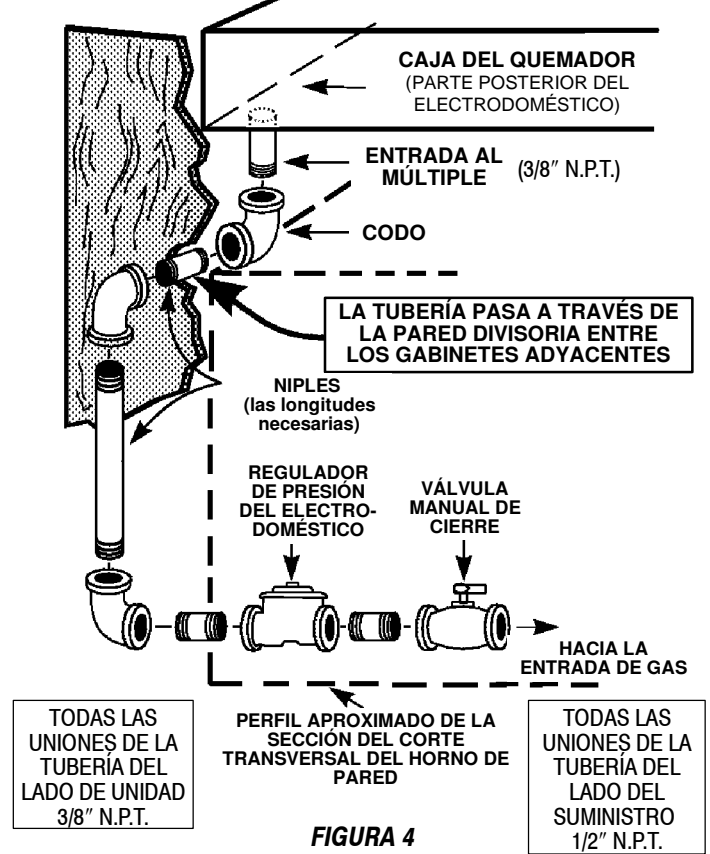

FIGURA 4
Nota, en referencia a la Figura 4, anterior:
- Para hacer más conveniente el servicio debe incluirse una unión (no se muestra: está disponible localmente) en la tubería que se ilustra en la figura 4, en la ubicación más práctica para la instalación. Por lo general, una ubicación práctica es el gabinete que se encuentra debajo de este electrodoméstico, cerca de la entrada del múltiple, en lugar de usar el gabinete adyacente.
Si el tomacorriente está montado en el gabinete adyacente a la derecha o a la izquierda, deberá proporcionarse un orificio como el descrito anteriormente en la pared divisoria entre los gabinetes. La figura 4 de la
página 5, ilustra una pared divisoria típica (lado izquierdo). El orificio (que no se muestra en la figura 4) puede ubicarse según sea conveniente en esta pared izquierda o en la pared derecha correspondiente.